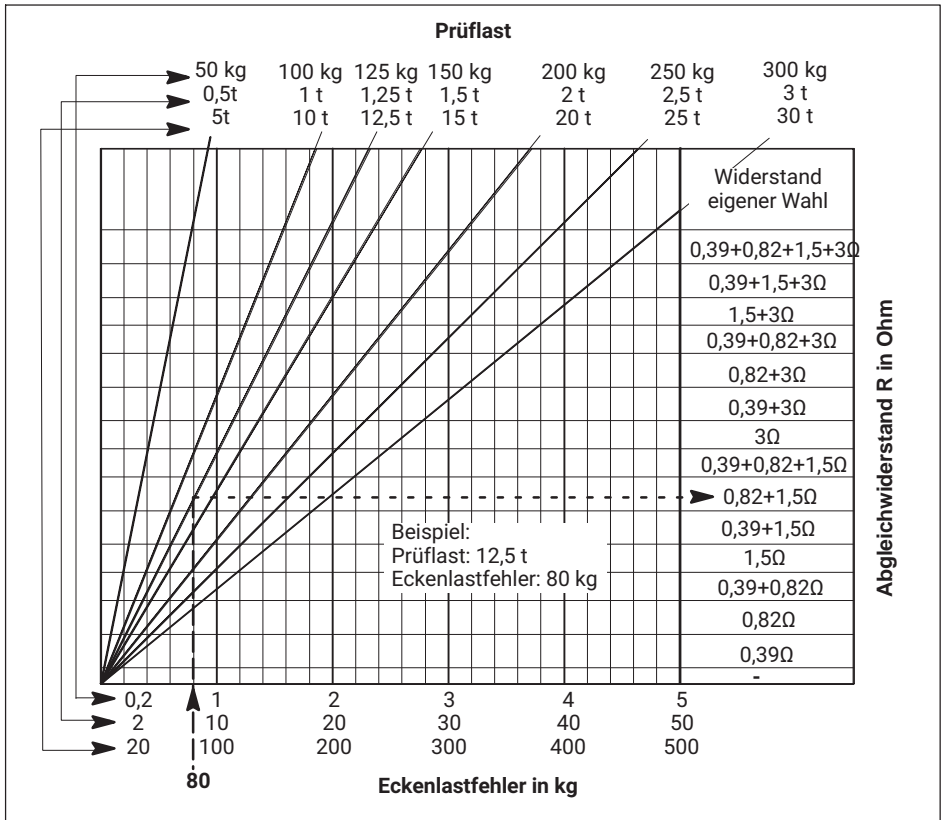

Abb. 8.2 Eckenlastabgleich für 350  $\Omega$ -Wägezellen
- Das Diagramm (Abb. 8.2) ist in drei Prüflastbereiche gestaffelt. Bitte wählen Sie die von Ihnen genutzten Prüflasten (50 kg...30 t) in der entsprechenden Zeile. Ausgehend von der errechneten Differenz des Eckenlastfehlers auf der X-Achse sucht man den Schnittpunkt mit der Prüflast und kann auf der Y-Achse den Widerstand und die bestpassende Kombination ablesen. Die Widerstandswerte gelten hier für 350  $\Omega$ -Wägezellen (siehe Tabelle im Deckel der VKK...).
Im Beispiel hat die Wägezelle 3 einen Eckenlastfehler von 80 kg, das ergibt einen Abgleichwiderstand von  $1,5+0,82 \Omega$  (in Abb. 8.2 gekennzeichnet).